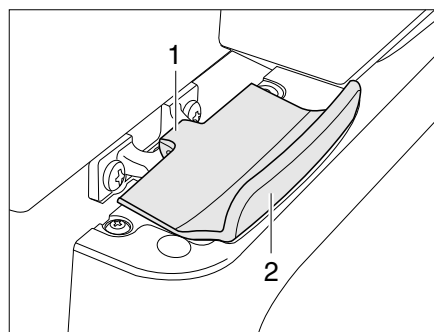

Fig. 348 Dispositif de verrouillage de la porte du réfrigérateur, fermé (Thetford)
- Ouvrir la porte du réfrigérateur sur la poignée (Fig. 348,2). Le verrouillage (Fig. 348,1) sera débloqué automatiquement.